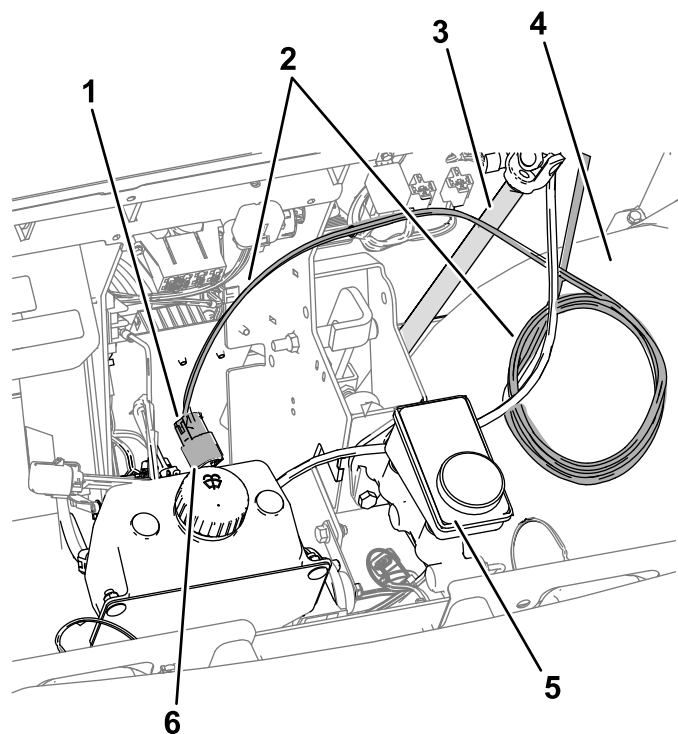

**Figura 44**
2. Disponete il connettore a 2 prese del cablaggio preassemblato nell'apertura nella parte superiore del pilastro A (lato conducente) del telaio della cabina e in basso nel foro nella parte inferiore del pilastro (Figura 44).
3. Posate il cablaggio preassemblato davanti, tra il parafango e il piantone dello sterzo (**Figura 44** e **Figura 45**).